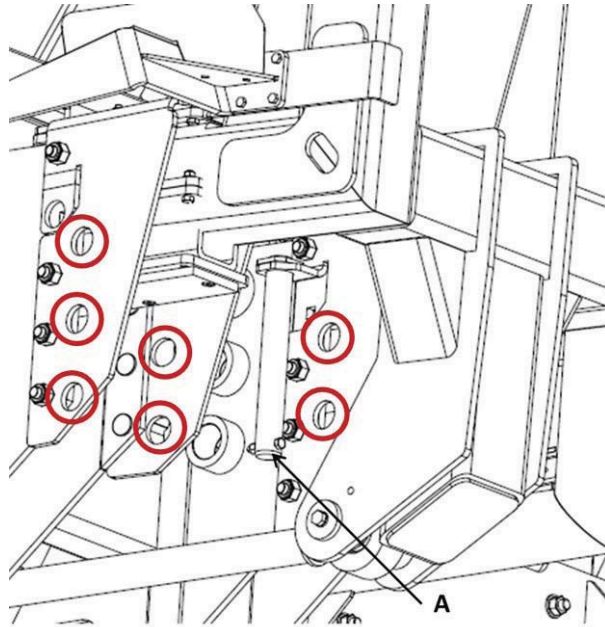

Figure 4 – Fixation du bras de chargement
Il est important de fixer le bras de chargement en position relevée pour éviter qu'il ne bouge pendant le déplacement. Pour ce faire, placez la tige de blocage (A) (illustrée dans son rangement dans la Figure 4 – Fixation du bras de chargement) sous le bras, dans deux des trous situés sur l'un ou l'autre des supports d'attache du bras.
6. Retirez la tige de blocage derrière le bras de chargement (voir la Figure 4 – Fixation du bras de chargement).